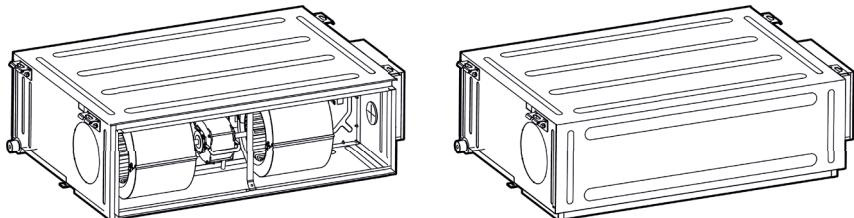

Fig. 4.4.4
- (1) La posizione di installazione predefinita della flangia rettangolare è sulla parte posteriore, mentre la posizione di installazione predefinita della piastra di ripresa dell'aria è in basso, come mostrato in Fig. 4.4.4.